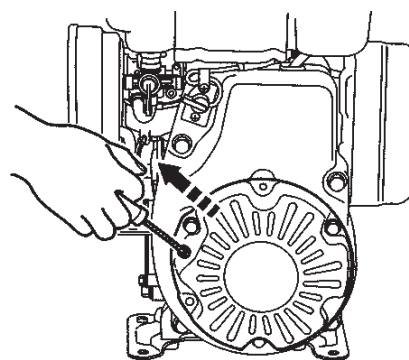

Figure 15. La poignée du démarreur
5. Agrippez la poignée du démarreur (figure 15) et tirez-la lentement pour la faire sortir. La résistance augmente et se durcit à un point précis, qui correspond au point de compression. Pour démarrer, tirez sur la poignée du démarreur vivement et doucement.